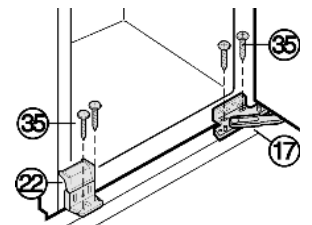

Fig. 33
- ▶ Fixer l'appareil par le bas: Visser Fig. 33 (35) l'appareil en le fixant avec la charnière Fig. 33 (17).
- ▶ Visser la cornière rabattable Fig. 33 (22) au plancher du meuble avec des vis Fig. 33 (35).
- ▶ Rabattre le cache de la cornière rabattable Fig. 33 (22).